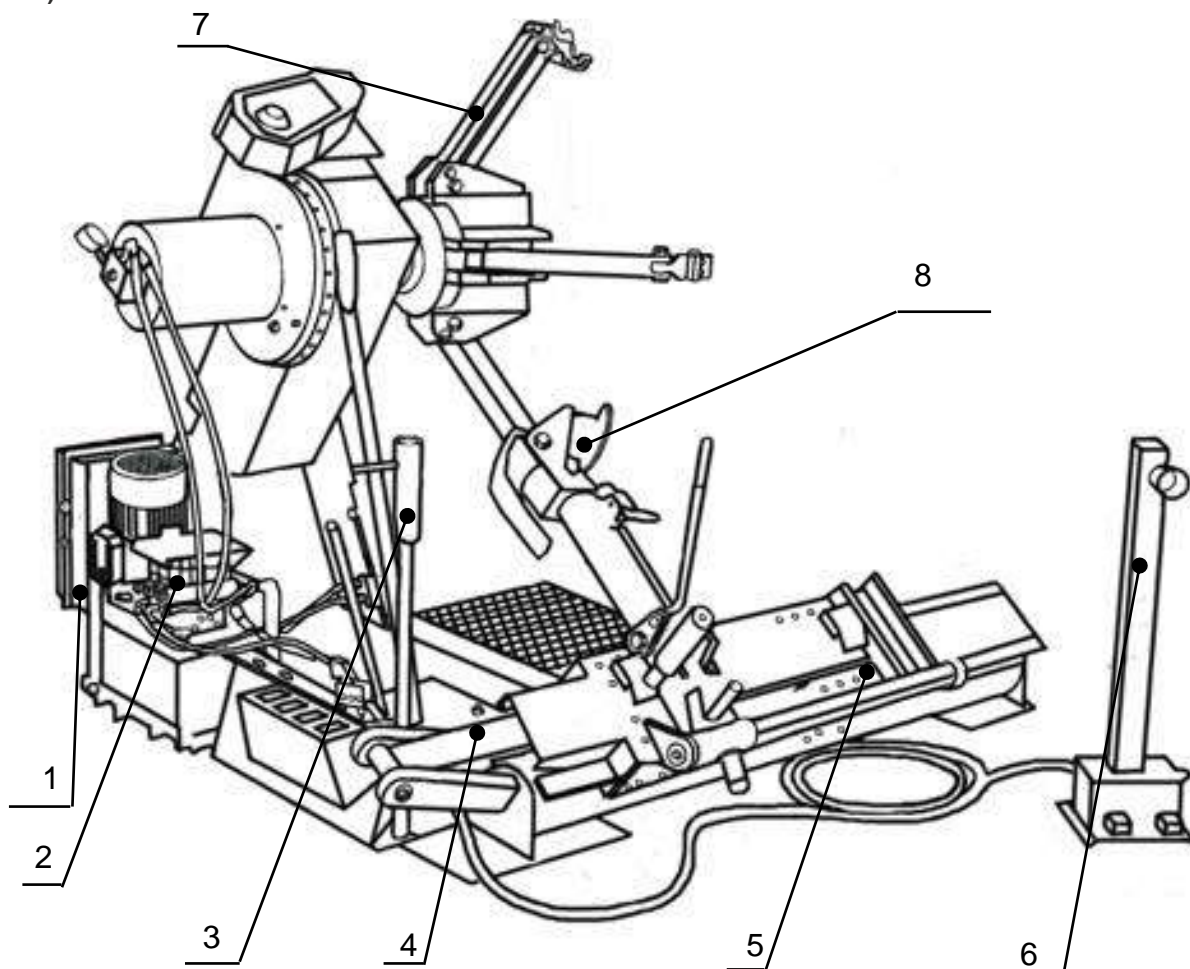

Рисунок 1 Стенд шиномонтажный грузовой
4.2.1 Стенд представляет собой стационарное устройство с электрогидроприводом. Конструкция станда (см. Рисунок 1) включает в себя станину 4, на которой установлены рычаг 8, силовой шкаф 1, гидростанция 2 и каретка 5. В свою очередь на каретке закреплен инструмент монтажа 3, а на рычаге – устройство зажима 7 колеса.